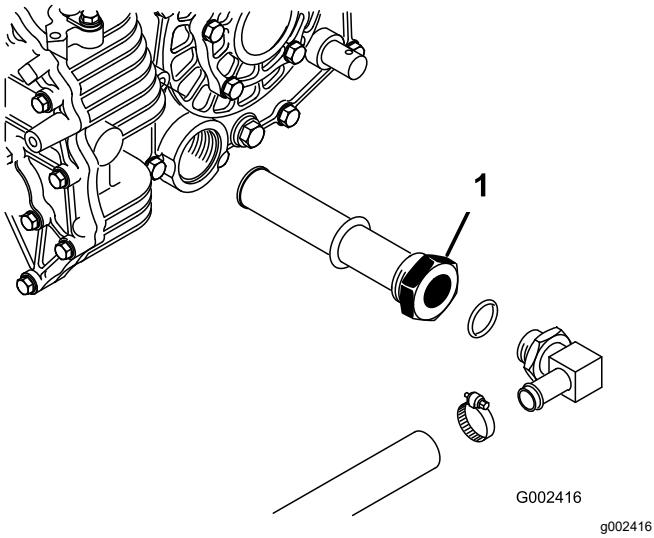

Figure 70
5. Notez l'orientation du flexible hydraulique et du raccord à 90° raccordés à la crêpine sur le côté du réservoir (Figure 70).